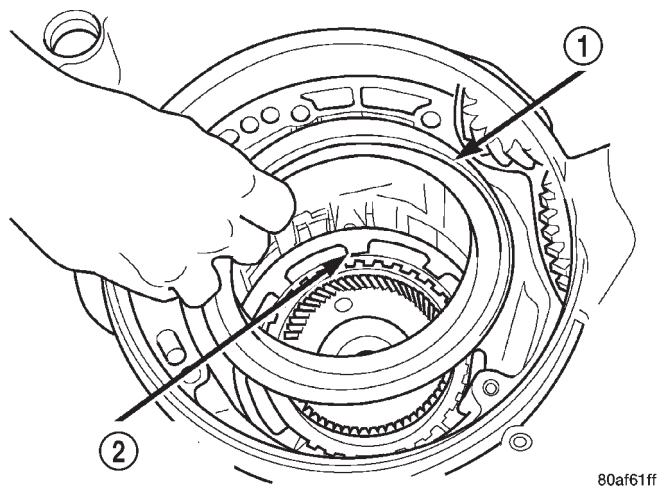

Fig. 36 Retén de embrague de 2-4
(28) Retire el retén del embrague de 2-4 (Fig. 36).